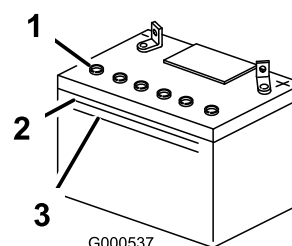

Figura 44
- Mire hacia el lateral de la batería. El electrolito debe llegar a la línea **superior** (Figura 44). No permita que el electrolito esté por debajo de la línea inferior (Figura 44).
- 3. Retire los tapones de ventilación de la batería (Figura 44).
- 4. Vierta lentamente agua destilada en cada célula de la batería hasta que el nivel de electrolito llegue a la línea superior (Figura 44) de la caja de la batería.
- 5. Espere de cinco a diez minutos después de llenar las células de la batería. Añada agua destilada, si es necesario, hasta que el nivel de electrolito llegue a la línea superior (Figura 44) de la caja de la batería.